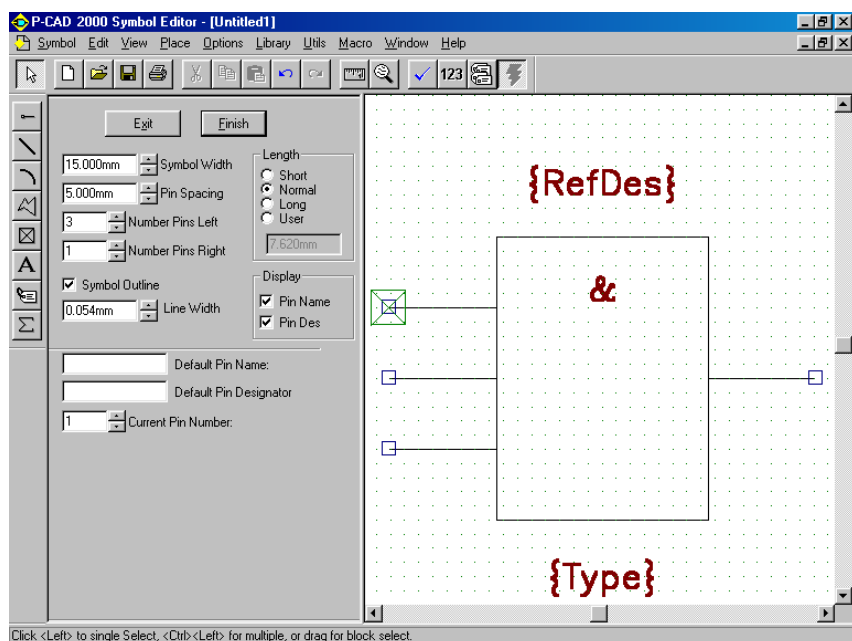

Рис.10
4. В диалоговом окне мастера (рис.10) указать ширину символа (**Symbol Width**), расстояние между смежными выводами (**Pin Spacing**) – длину
выводов (**Length**), количество выводов на левой (правой) стороне символа (**Number Pin**) и ввести условное обозначение элемента **&**. Результат показан на рис.10.